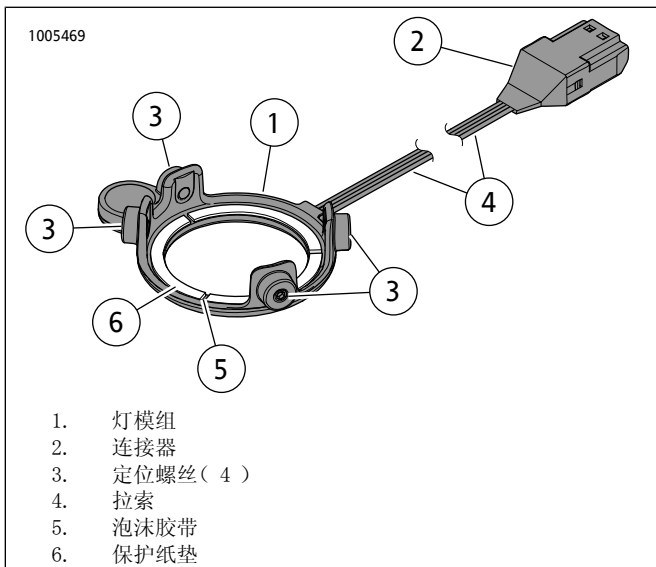

图14。圆形Stage I扬声器LED灯
3. 参见图14。从灯模组(1)背面的泡沫胶带(5)去掉保护纸垫(6)。